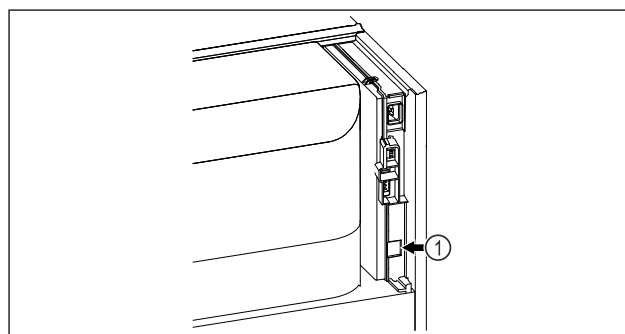

Fig. 61
- ❑ SmartModule Fig. 61 (1) se rabi.